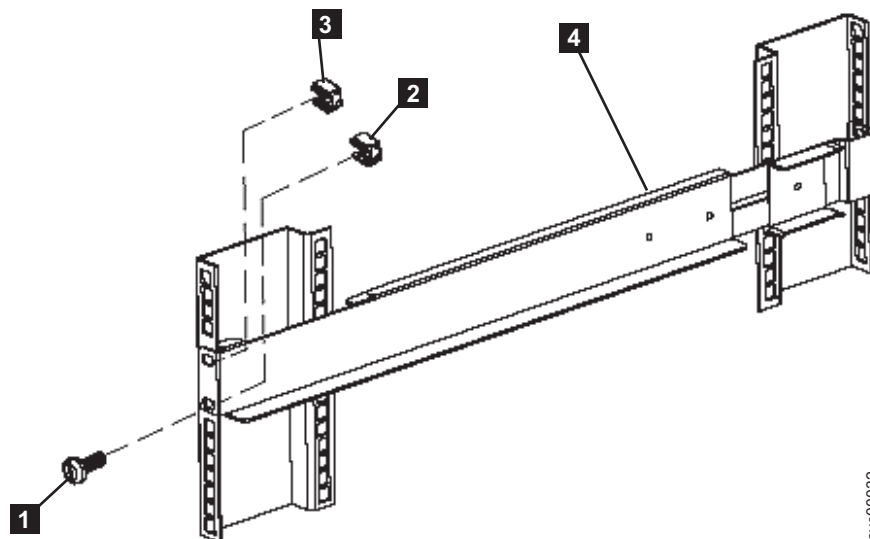

図 21. 2145 UPS-1Uへの前部レールの固定
8. 1 つの M6 × 10 ねじと 1 つのクリップ・ナット **1** (図 21) を使用して、レールの下部の穴のみをラックの前面に取り付けます。